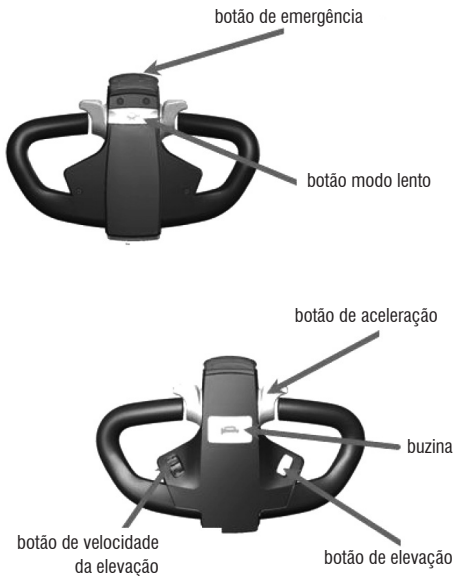

Fig. 4 – Controles
Mova a alavanca de controle para a divisão A ou divisão C conforme indicado na Fig.4 e pressione o botão de subida/descida na alça de controle para ver se os movimentos do garfo estão normais. Em seguida, gire a alavanca de controle para a divisão B, conforme indicado na Fig. 4. Acelere a empilhadeira elétrica lentamente e pressione a alavanca para a posição horizontal para verificar se o equipamento pode se movimentar e travar normalmente.
Na sequência, desloque a alavanca de controle para a divisão B conforme indicado na Fig. 4. Pressione o botão de reversão de emergência na parte superior da alavanca de controle para verificar se o equipamento pode se mover normalmente para trás.
1. **Botão de aceleração:** o botão do acelerador é usado para controlar a direção de deslocamento e a velocidade da empilhadeira elétrica. No caso da operação de deslocamento, gire a alavanca de operação para a área B indicada na Fig. 4. Quando a alça está na área A ou C, a empilhadeira está em um status de desligamento e não pode se movimentar. Quando a alavanca de operação está na área B e o botão do acelerador é girado em uma direção, a empilhadeira elétrica se deslocará nessa direção. Enquanto o acelerador é girado em outra direção, a empilhadeira se movimentará nessa outra direção. Quanto maior a amplitude de viragem, mais rápido o equipamento se movimentará.
**Nota:** Um freio magnético lateral é instalado na extremidade do eixo do motor da roda motriz e há um interruptor de avanço instalado no eixo rotativo do braço rotativo. Somente quando o braço rotativo estiver a  $45^\circ \pm 35^\circ$  (como indicado na Fig. 4), a empilhadeira pode ser ligada e deslocada. Maior ou menor que o ângulo indicado, o equipamento será desligado e travado. Nesse caso, a empilhadeira elétrica pode levantar mercadorias, mas não pode se movimentar. Como indicado na Fig. 4, quando o manípulo de operação está na divisão A ou na C, a empilhadeira só pode levantar ou abaixar, mas não se deslocar. Quando a alavanca de controle está na divisão B, ela pode se deslocar tanto quanto levantar ou abaixar. A posição de operação do manípulo não será especificada nas descrições que seguem, isto é, a empilhadeira só pode subir ou baixar, mas não deslocar-se quando o manípulo está na divisão A ou C e o manípulo deve estar na divisão B quando o equipamento se deslocar.
2. Como indicado na Fig. 4, existe um botão no manípulo de operação que é utilizado para abrandar a empilhadeira elétrica. Quando este botão de “desaceleração” é pressionado, bem como o botão
Como indicado na Fig. 4, puxe a chave geral da fonte de alimentação, destrave a trava elétrica da porta e conduza a empilhadeira até a pilha de mercadorias nas proximidades. A ponta do garfo deve ficar a 300 mm da pilha de mercadorias. Pressione o botão de descida, ajuste a altura do garfo a uma posição adequada e insira-o devagar e o mais profundamente possível no pallet das mercadorias. Pressione o botão de elevação até que o garfo esteja a 200 mm - 300 mm do chão. Dirija a empilhadeira até o local da prateleira de mercadorias e pare lentamente. Pressione o botão de elevação para que o garfo suba até a altura adequada com a prateleira (a parte inferior do pallet é aproximadamente 100 mm maior do que a prateleira de mercadorias). Mova as mercadorias lentamente para a posição exata da prateleira e pressione o botão de descida para colocá-las cuidadosamente na prateleira. Retire o garfo da mercadoria e conduza a empilhadeira elétrica lentamente para retirar o garfo do pallet de mercadorias. Abaixar o garfo até que esteja a 300 mm do chão e afaste a empilhadeira elétrica da prateleira. Atenção para que não tenha obstáculos ao redor e ao girar, a velocidade deve ser reduzida.
Como indicado na Fig. 4, puxe a chave geral da fonte de alimentação, destrave a porta elétrica e conduza a empilhadeira até a prateleira de mercadorias nas proximidades. A ponta do garfo deve ficar a 300 mm da prateleira de mercadorias. Pressione o botão de descida, ajuste a altura do garfo a uma posição adequada e insira-o devagar e o mais profundamente possível no estrado do pallet. Pressione o botão de elevação para levantar as mercadorias até que a parte inferior do pallet esteja a 100 mm da prateleira de mercadorias. Lentamente, conduza a empilhadeira e mova as mercadorias para fora da prateleira (reforçando que a ponta do garfo deve ficar a 300 mm da prateleira de mercadorias). Pressione o botão de descida e abaixe o garfo a uma altura de 200 mm a 300 mm do chão. Afaste a empilhadeira da prateleira de mercadorias até que ela atinja a posição desejada e, em seguida, pare-a lentamente. Pressione o botão de descida para abaixar as mercadorias, afaste completamente o garfo e mova-o lentamente para fora do pallet de mercadorias.